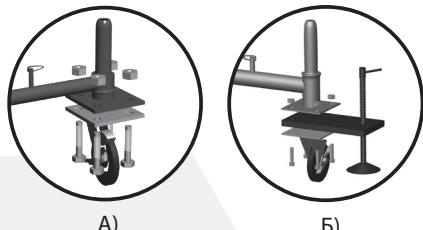

рис. 1
- Поворотные колеса (2) при помощи комплекта крепежа колес (10) присоединить к гантелям базы (1) (рис. 1 А).
- Для придания большей устойчивости вышки следует использовать съемную винтовую опору (12), соединив ее с гантелью базы и поворотным колесом (рис. 1 Б).